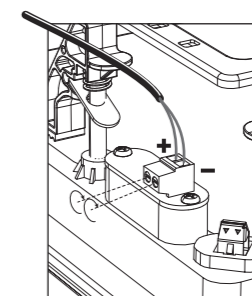

图 7. 将扬声器线连接到框架
2. 找到框架背面的螺丝端子连接器 (图 7)。如图所示, 标记了连接的极性。